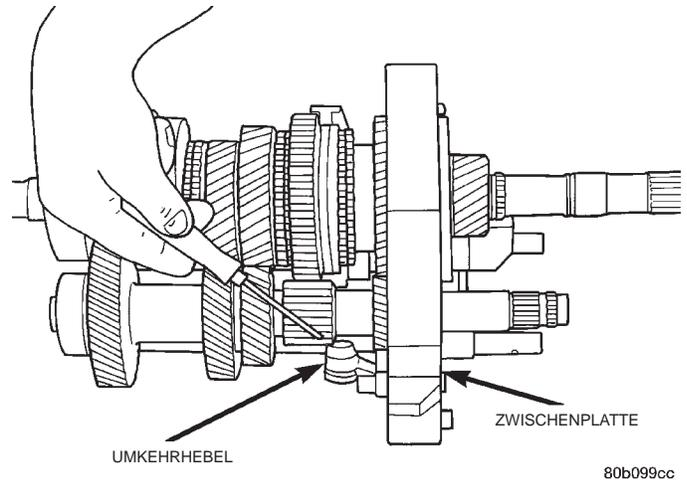
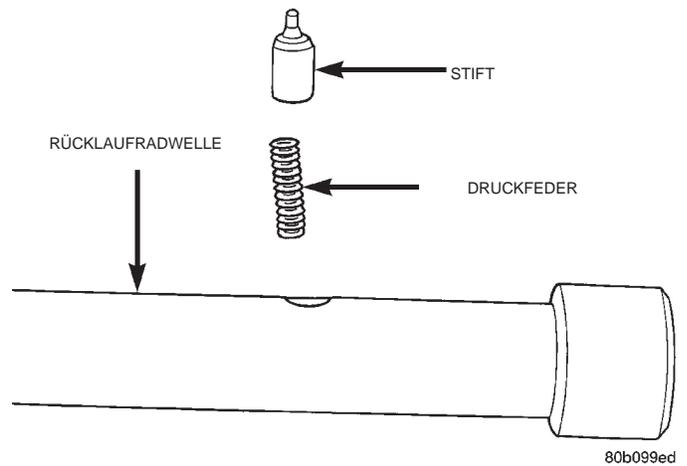

Abb. 88 Schaltstellung des Umkehrhebels
Abb. 89 Druckfeder und Stift einbauen
(28) Den Lagerhalter des hinteren Lagers der Hauptwelle über die Abtriebswelle und auf die Zwischenplatte aufsetzen.
(29) Zur Befestigung des Lagerhalters an der Zwischenplatte neue Befestigungsschrauben verwenden.
(30) Den Umkehrhebel in Schaltstellung für den Rückwärtsgang bringen. In dieser Schaltstellung zeigt der Umkehrhebel von der Zwischenplatte weg (Abb. 88).
(31) Das Rücklaufrad in Einbaulage auf der Hauptwelle bringen und zum Umkehrhebel ausrichten.
(32) Die Druckfeder und den Stift und in die Rücklaufradwelle einsetzen (Abb. 89).